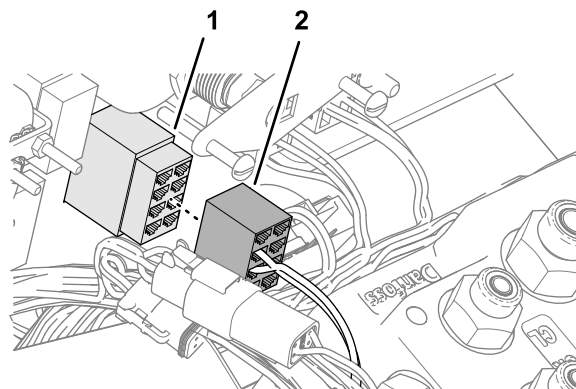

Figure 85
6. Branchez le connecteur à 8 douilles du faisceau du kit étiqueté ROAD SWITCH (Figure 85) sur l'interrupteur à 2 positions que vous avez installé sous Montage de la commande de route sur le tableau de bord (page 33).